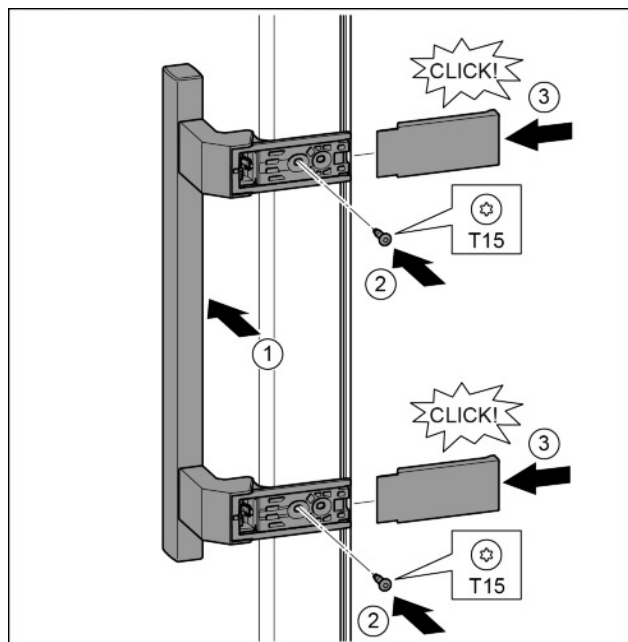

Fig. 17
- u Poser la poignée sur le côté opposé. Fig. 17 (1)
- u Serrer les vis avec un tournevis T15. Fig. 17 (2)
- u Mettre en place les caches latéralement et les enfiler. Fig. 17 (3)